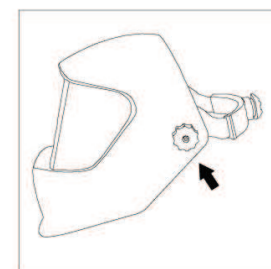

Рис. 5
7.7.3 Можно изменить угол маски путём регулировки винтов на двух сторонах маски (рис. 5)